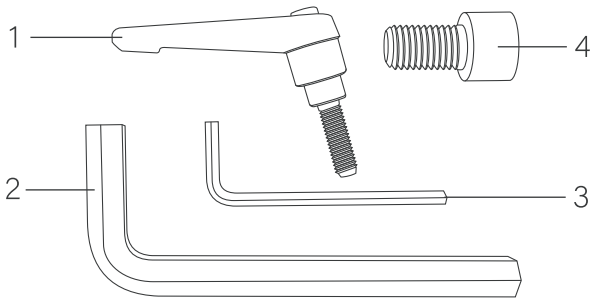

Рис. 7.
- Введите в отверстие крепежный болт 4 (рис. 7).
- Придерживая штангу рукой завинтите болт и затяните его ключом 2 (рис. 7).
Оба окулярных тубуса снабжены механизмом диоптрийной коррекции с кольцами настройки 3 (рис. 7) расположенными на обоих тубусах. Эта настройка необходима для компенсации аметропии глаз наблюдателя и составляет ± 5 диоптрий.
- Наблюдая в левый окуляр и закрыв при этом правый глаз, вращением кольца диоптрийной настройки 3 (рис. 7) левого тубуса добейтесь резкого изображения объекта в левом окуляре. Рукоятки фокусировки поворачивать при этом не нужно.
- Наблюдая в правый окуляр и закрыв при этом левый глаз, вращением кольца диоптрийной настройки 3 (рис. 7) правого тубуса добейтесь резкого изображения объекта в правом окуляре.